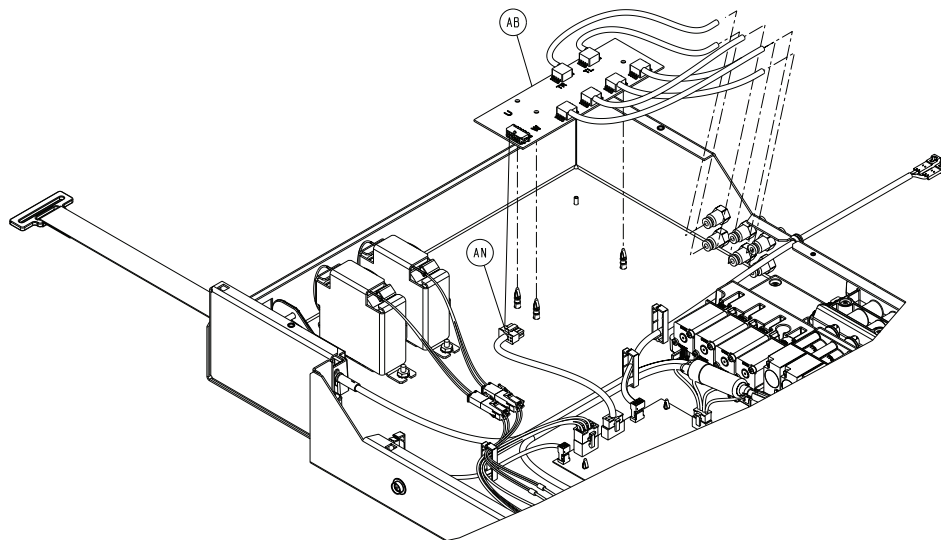

Figure 2-30 : Circuit du capteur
4. Débrancher le câble (AN) du circuit du capteur (AB) (Figure 2-30 à la page 2-54).
5. A l'aide d'une pince à becs fins, soulever légèrement et détacher le circuit du capteur (AB) des trois entretoises en plastique (Figure 2-30 à la page 2-54).